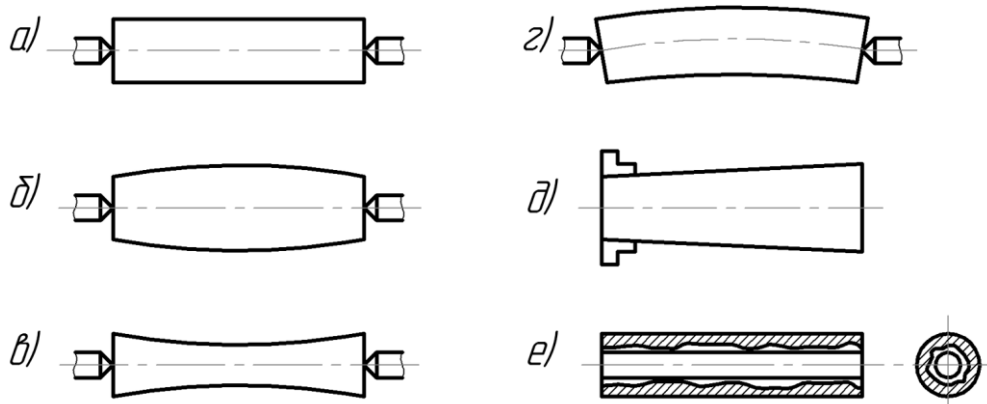

Рис. 2. Возможные отклонения формы детали в результате деформации упругой системы СПИД.
- геометрической точностью, т.е. отклонением формы или ее отдельных элементов (рис.2);